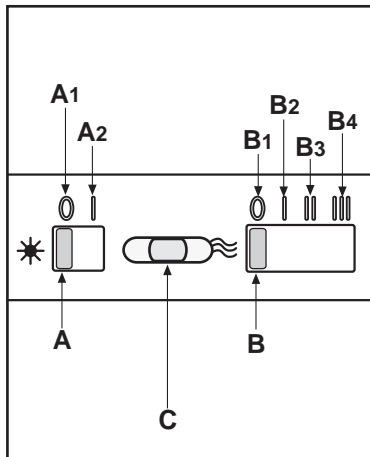

Fig.7
• **Mandos (Fig.7) slider** le symbole sont le suivant: